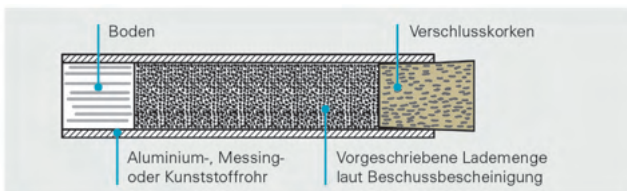

Abb. 47: Dosierung der Pulvermenge für einen Schuss (abgepackte Einzelladung)
- Die vorgeschriebenen Pulverladungen sind abzuwiegen oder mit einem Messbecher entsprechend den Angaben in der Schussbescheinigung als abgepackte Einzelladungen vor dem Schießen abzufüllen (s. Abb. 47, S. 27). Aus Sicherheitsgründen hat dies möglichst bereits zu Hause, in einem geschlossenen Raum, zu erfolgen. Während dieser Tätigkeit sind der Aufenthalt unbefugter Personen, offenes Licht und Feuer sowie das Rauchen im Raum verboten.